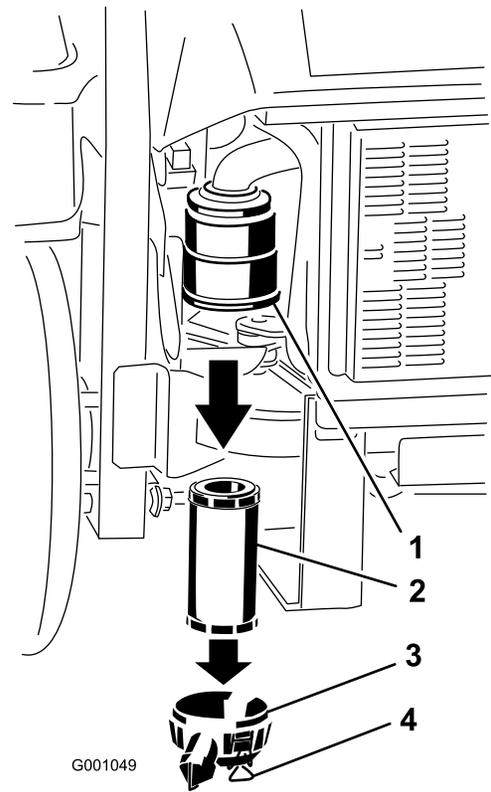

Figura 34
3. Abra los cierres del limpiador de aire y tire de la tapa del limpiador de aire para separarla de la carcasa del limpiador de aire (Figura 34).
5. Extraiga con cuidado el filtro del cuerpo del limpiador de aire (Figura 34). Evite golpear el filtro contra el lado de la carcasa.